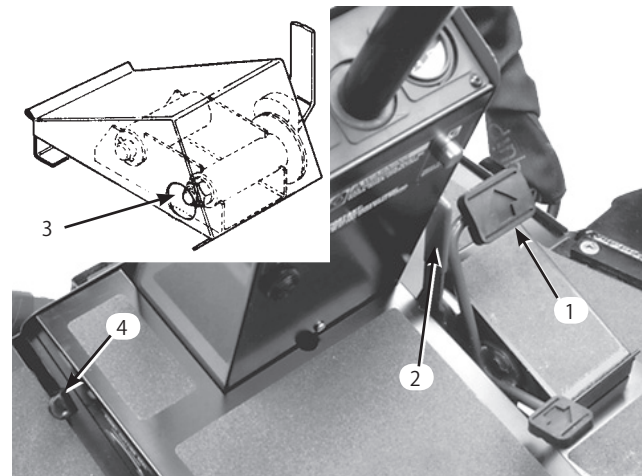

図11
走行ペダル(図11)には、前進、後退の2つの働きがあります。ペダル前部を踏み込むと前進、後部を踏み込むと後退です。速度はペダルの踏み込み具合で調整します。負荷が掛かっていない状態で最高速度を出したい時にはペダルを一杯に踏み込みます(スロットルはFAST位置)。一方、登坂時など負荷が掛かっている時に最大パワーを出すには、(スロットルはFAST位置)走行速度リミッタにペダルを押しつけ、そのまま保持します(それ以上深く踏み込めない)。もしエンジンの回転が下がってくるようなら、回転が回復する位置まで少しずつペダルをゆるめてやります。
速度リミッタ (図11) は、走行ペダルの踏み込み度合いを制限します。これにより、アップダウンの激しい場所でも一定速度を維持し、クリップを一定に保つことができます。
**重要** ペダルを希望位置に保持できないときはカムレバーナット (図11 挿入図) を締めてください。
移動中、カuttingユニットを上昇位置に固定しておきます。前カuttingユニット用はペダル操作 (図11)、前カuttingユニット用はペダル操作 (図11)、中央と外側カuttingユニット用は手操作 (図12) です。